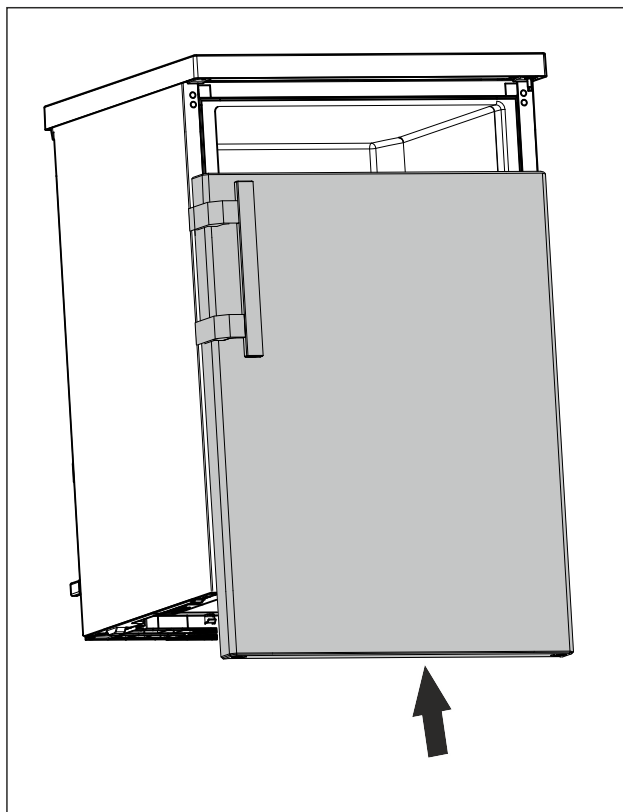

Fig. 16
- ▶ V zavřeném stavu nasadte dvířka na horní čep. (viz Fig. 16)